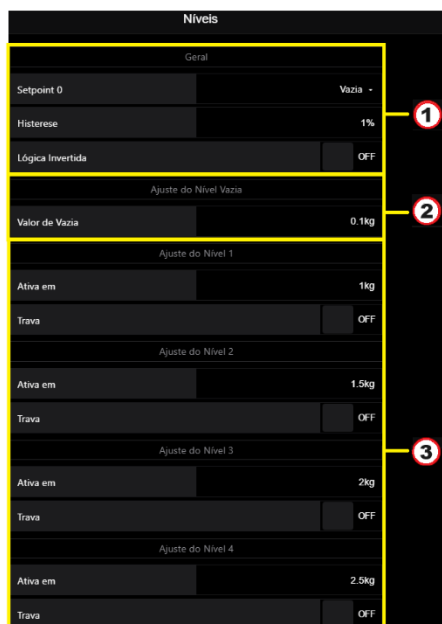

Figura 58 – Página de configuração de Níveis via Alfa Web Monitor
A configuração da funcionalidade de saída de níveis pode ser também configurada através da interface Alfa Web Monitor. No primeiro bloco de configurações, definido pelo item 1 da Figura 58, pode-se escolher entre a utilização do setpoint 0 como Vazia ou Nível 0, a histerese e a utilização de lógica invertida em seus acionamentos.